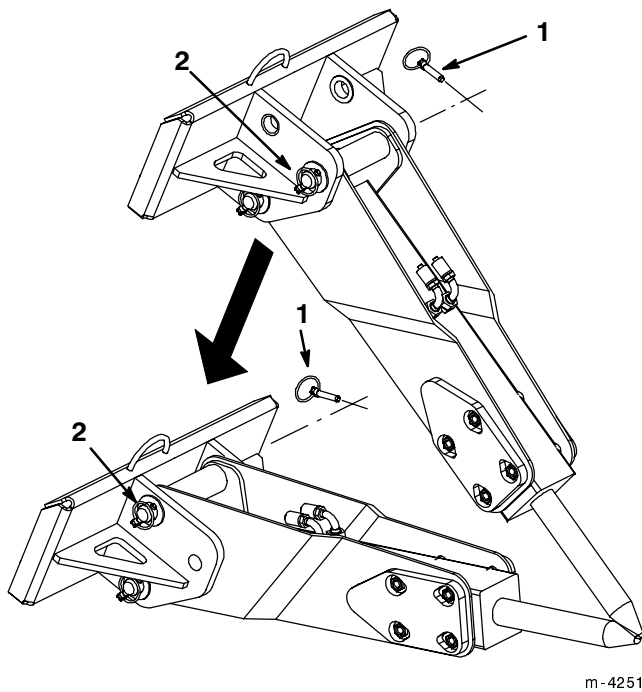

Abbildung 4
2. Den Sperrstift entfernen, mit dem der vordere Montagestift gesichert wird (Abb. 4).
3. Den vorderen Montagestift aus dem Bohrmeißel herausdrücken (Abb. 4).
4. Die Hubarme herunterlassen, bis die Löcher im Bohrmeißel auf die oberen Löcher in der Fassung ausgerichtet sind (Abb. 4).
5. Den vorderen Montagestift durch die oberen Löcher stecken und mit dem Sperrstift sichern (Abb. 4).